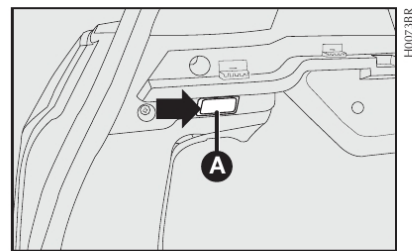

fig. 42
1) Remover a lente transparente **A-fig. 42** forçando levemente com uma chave de fenda no local indicado pela seta;